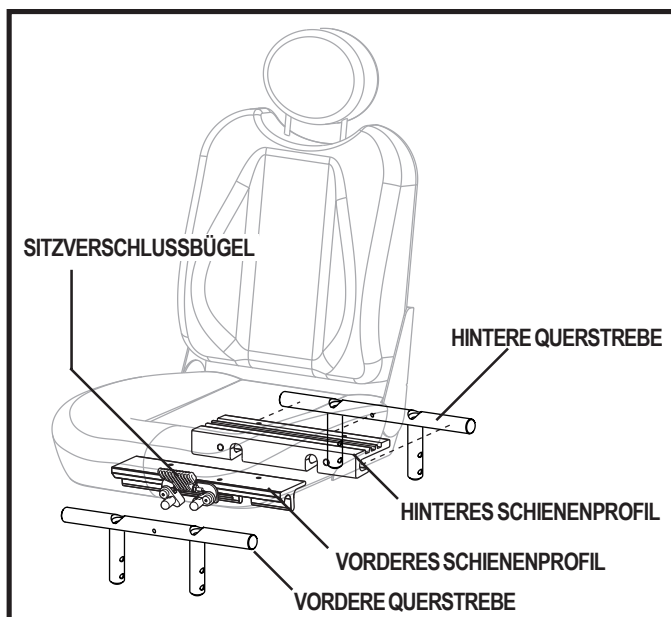

Abb. 10. Universelles Befestigungssystem
2. Schwenken Sie den Sitz zurück und schieben Sie das hintere Schienenprofil auf die hintere Querstrebe. Siehe Abb. 10.